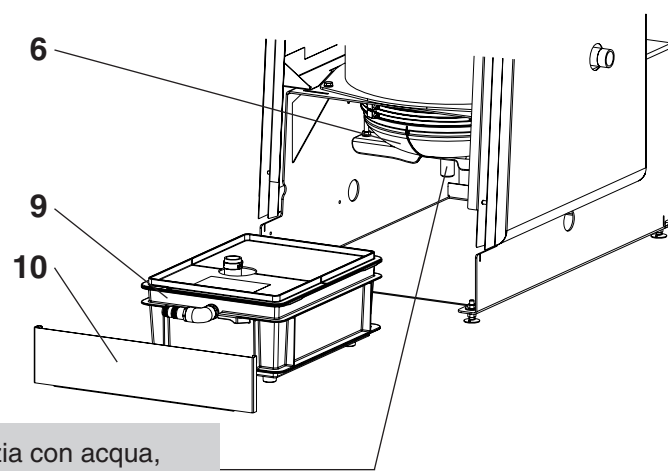

Fig. 39
- Pulire il box di neutralizzazione KB23/KB24 (9, fig. 39 - se presente) come indicato al capitolo 6.4.